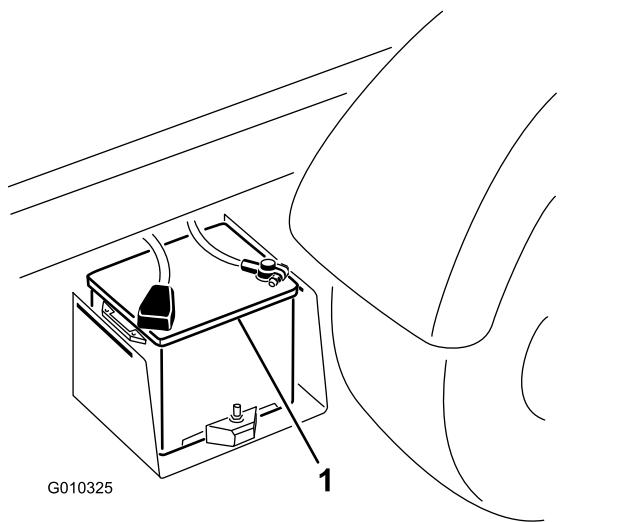

図 42
2. 2 台のバッテリーのプラス端子同士をブースタケーブルでつなぐ図 42。